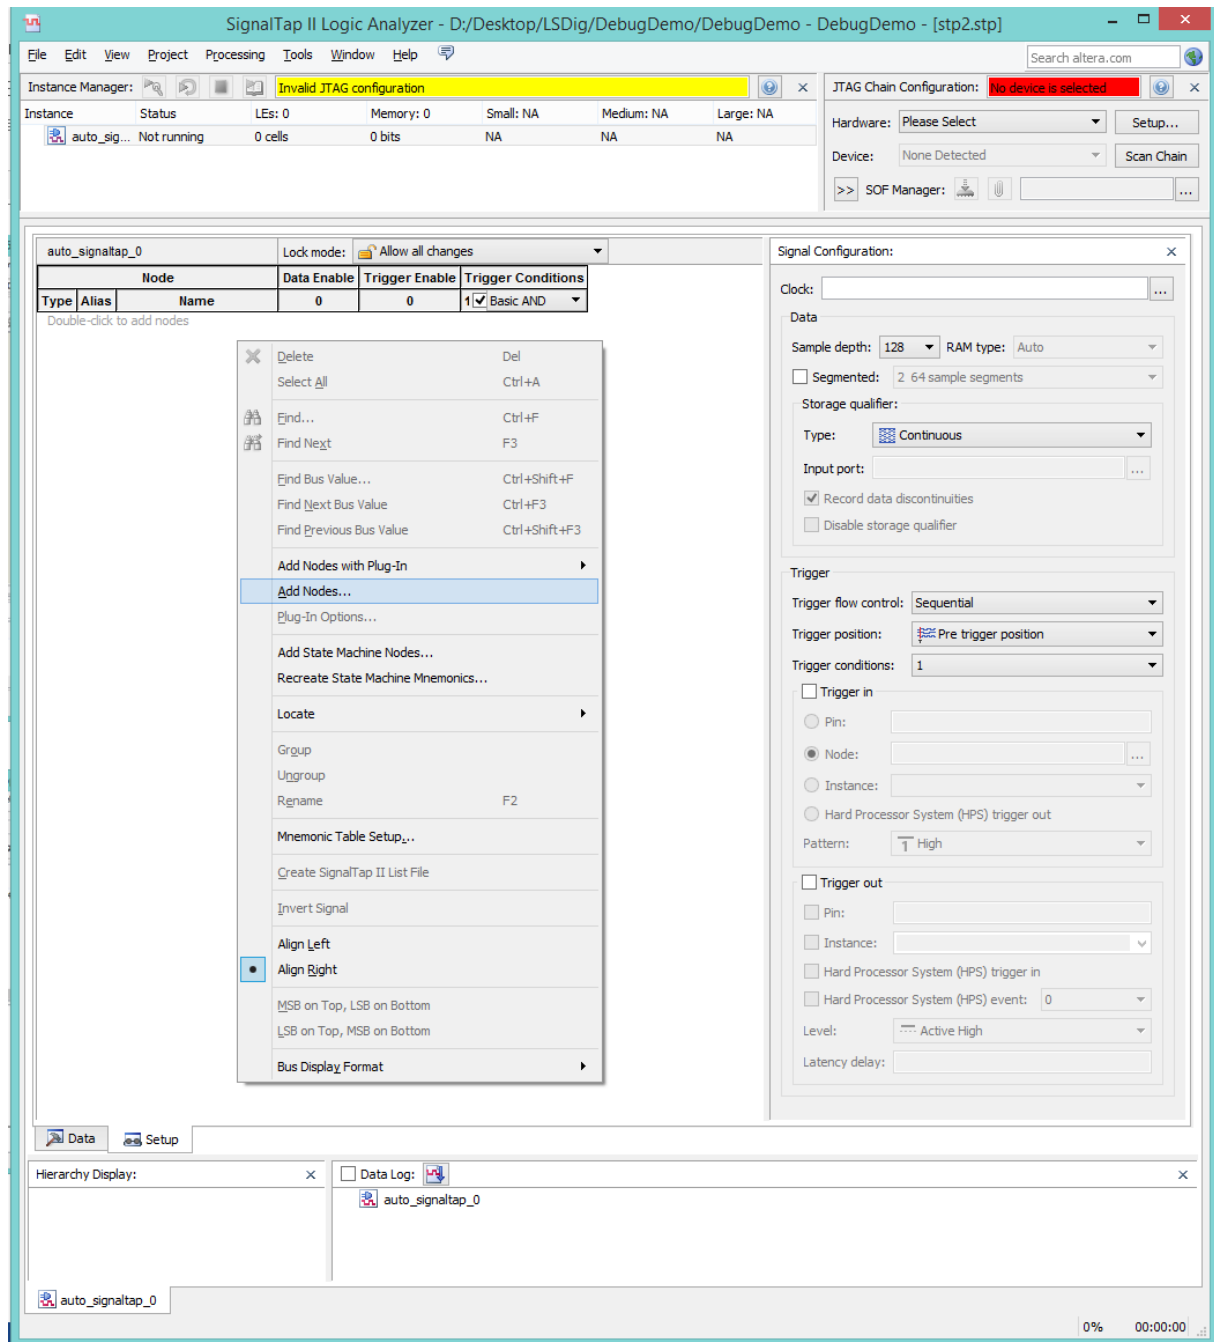
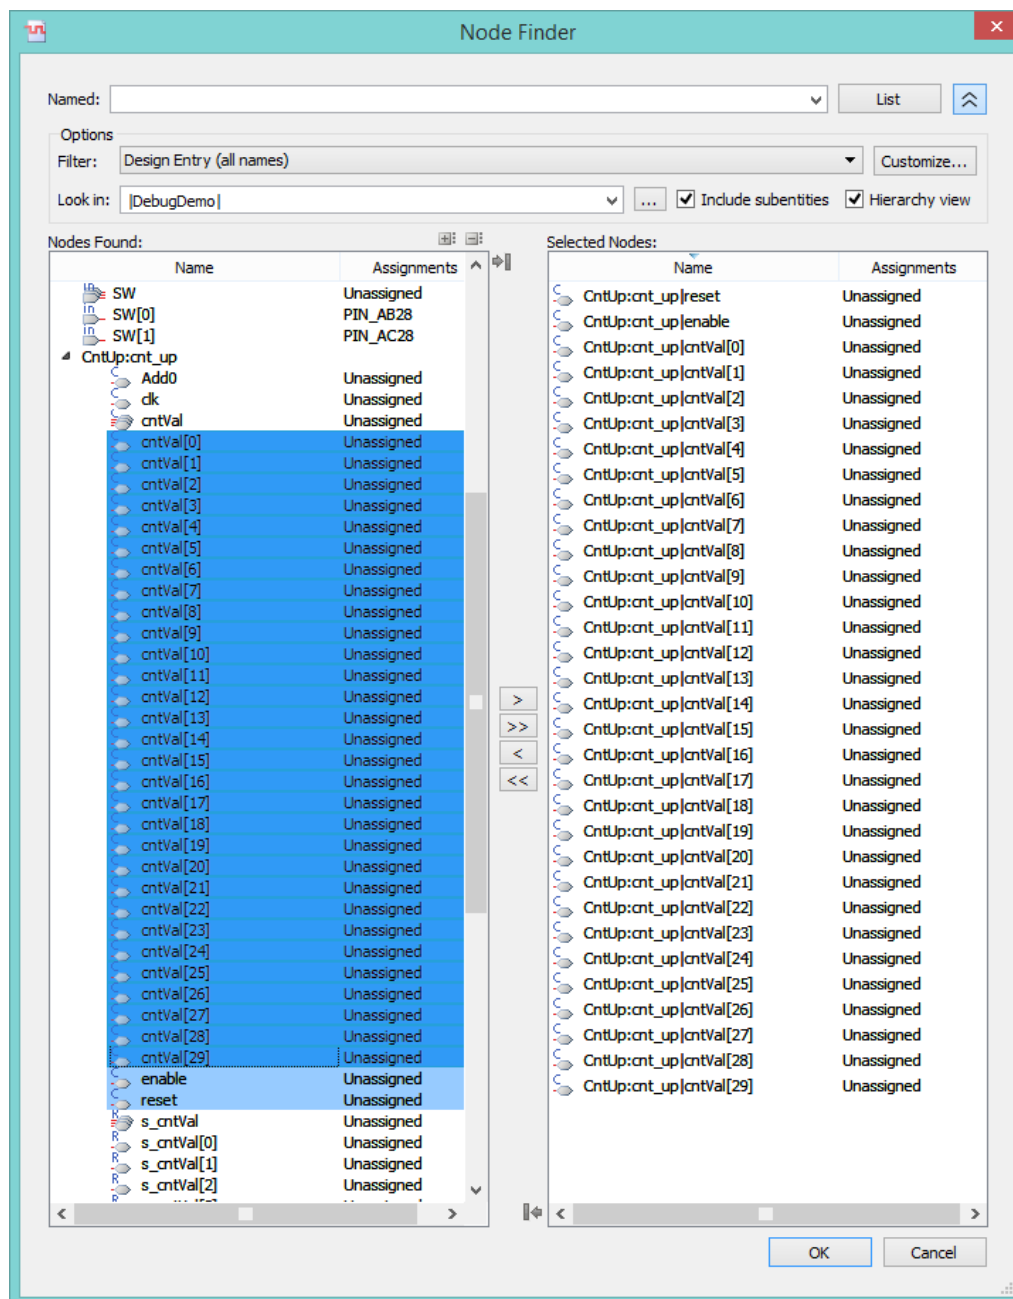

Figura 5 – Aspeto inicial da aplicação *SignalTap II Logic Analyser*.
Figura 6 – Portos do contador selecionados (**reset**, **enable** e **cntVal**).
- Após a criação do ficheiro do tipo *SignalTap II Logic Analyser File* é apresentada a aplicação da figura 5, onde devem ser especificados os sinais que se pretende capturar e visualizar, o sinal de *clock* usado para estabelecer a frequência de amostragem dos sinais, o número de amostras capturadas e as condições que disparam a amostragem. A configuração destes parâmetros vai ser descrita nos próximos pontos.
- O primeiro passo é a adição dos nodos (sinais e portas) do sistema que se pretende capturar. Para tal, deve ser selecionada a opção *Add Nodes...* do menu acessível com o botão direito do rato na área *Setup* mostrada na figura 5. Os portos a seleccionar para captura e visualização no analisador lógico são os apresentados na figura 6.